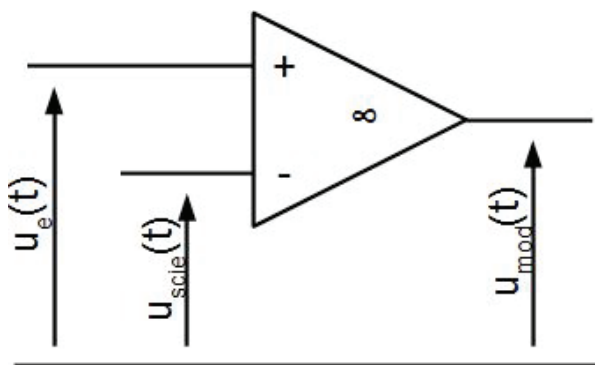

Figure A.2
On considère le montage de la figure Figure A.2 mettant en jeu un ALI supposé idéal auquel on applique :
**Q14.** On veut créer un signal dent de scie de fréquence  $f=1\text{MHz}$ . On choisit  $C=10\text{ pF}$ . De plus, pour que le signal ressemble le plus au signal dent de scie de la Figure A.2, on fixe  $\Delta t_{bas} = 19 \Delta t_{haut}$ . Déterminer les valeurs de  $R_1$  et  $R_2$  en fonction de  $C$  et  $f$ . Faire l'application numérique.